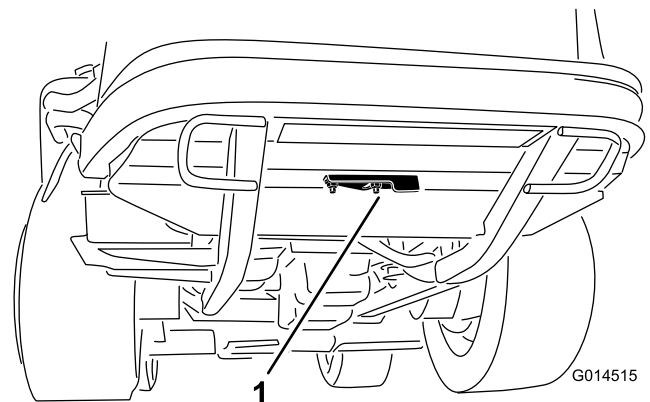

図 43
2. クリーン・アウト・カバーを後フレームの下側に固定しているフランジナットをゆるめる(図 43)。カバーをめくると、フレームのクリーン・アウト・ホール清掃穴が露出する。